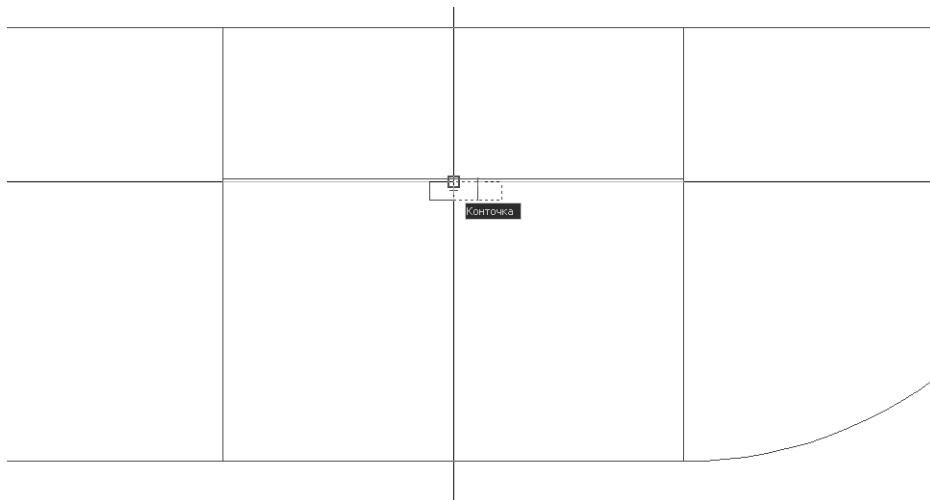

Рис. 6.39 ▼ Смещение контура выреза под ручку с использованием постоянно действующих режимов объектной привязки **Середина** (Midpoint) и **Конточка** (Endpoint).
- Обрежьте линии для образования контуров подвижной (внизу) и неподвижной (вверху) частей крышки парты (рис. 6.39).
- Создайте под серединой верхней горизонтальной линии контура подвижной части крышки парты прямоугольник, представляющий на чертеже вырез под ручку, как показано на рис. 6.39 (ширина – 80 мм, высота – 30 мм), а затем разделите его по горизонтали на две равные части линией, представляющей контур ручки (используйте режим привязки **Середина** (Midpoint)).